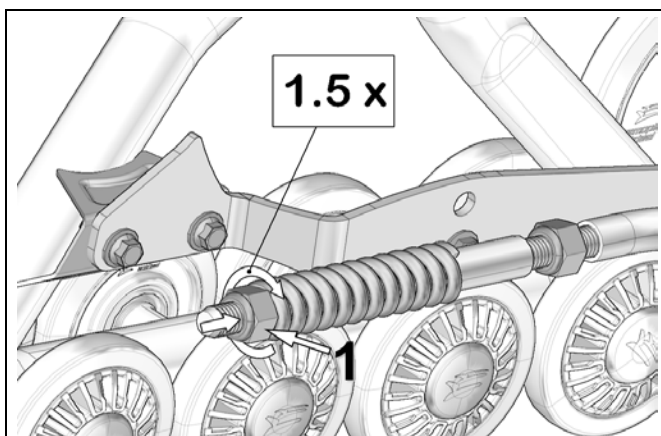

Figure 10
- Tourner l'écrou (1) jusqu'à ce qu'il soit en contact avec le ressort. Comprimer ensuite le ressort en tournant cet écrou de 1½ tour. Figure 10.